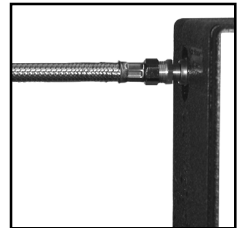
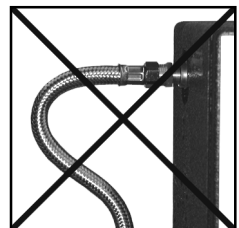

Bild 1
Bild 2
- **Achten Sie darauf, dass die Rohrverbindung genau in der Flucht liegt, da es sonst zu Verspannungen im Gerät kommen kann, siehe Bild 1 Richtig, Bild 2 Falsch!**